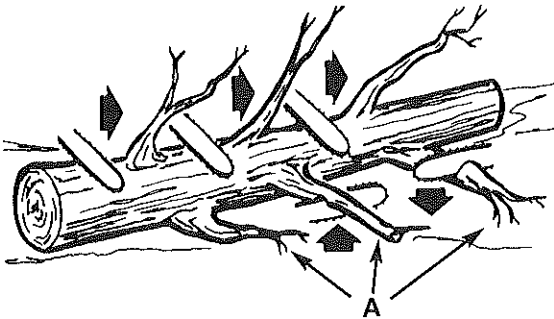

Fig. 16
Pelar un árbol es el proceso de quitar las ramas de un árbol caído. No quite las ramas de soporte (A) hasta después de que el tronco haya sido cortado en trozos (Fig. 16). Debe cortar las ramas en tensión de abajo arriba para evitar que se atasque la sierra.